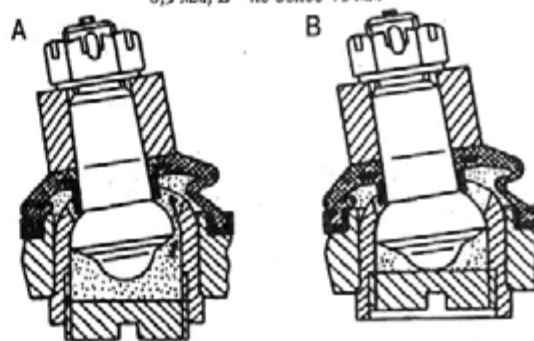

Рис. 284. Заполнение шарнира смазкой
4. Нажимая на конец тяги около смазываемого шарнира вверх, чтобы между шаровым пальцем и опорной поверхностью корпуса шарнира образовался зазор (рис. 284, А), завернуть заглушку до упора (рис. 284, В). При этом смазка пройдет под